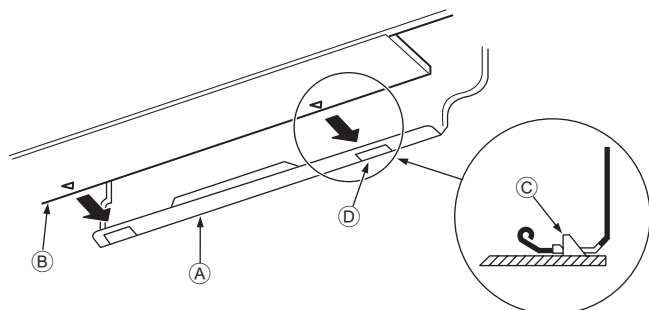

Fig. 3-15
3. Вставляючи трубу холодоагенту та дренажний шланг у пробитий в стіні отвір (гільзу-проходку для стіни), підвісьте верх внутрішнього блока на монтажну плату ①.
5. Закріпіть внутрішній блок, штовхаючи його нижню частину в монтажну плату ①. (Fig. 3-15).
* Переконайтеся в тому, що ручки внизу внутрішнього блока надійно закріплені на гачку монтажної плати ①.
① Монтажна плата
② Внутрішній блок
③ Гачок
④ Квадратний отвір